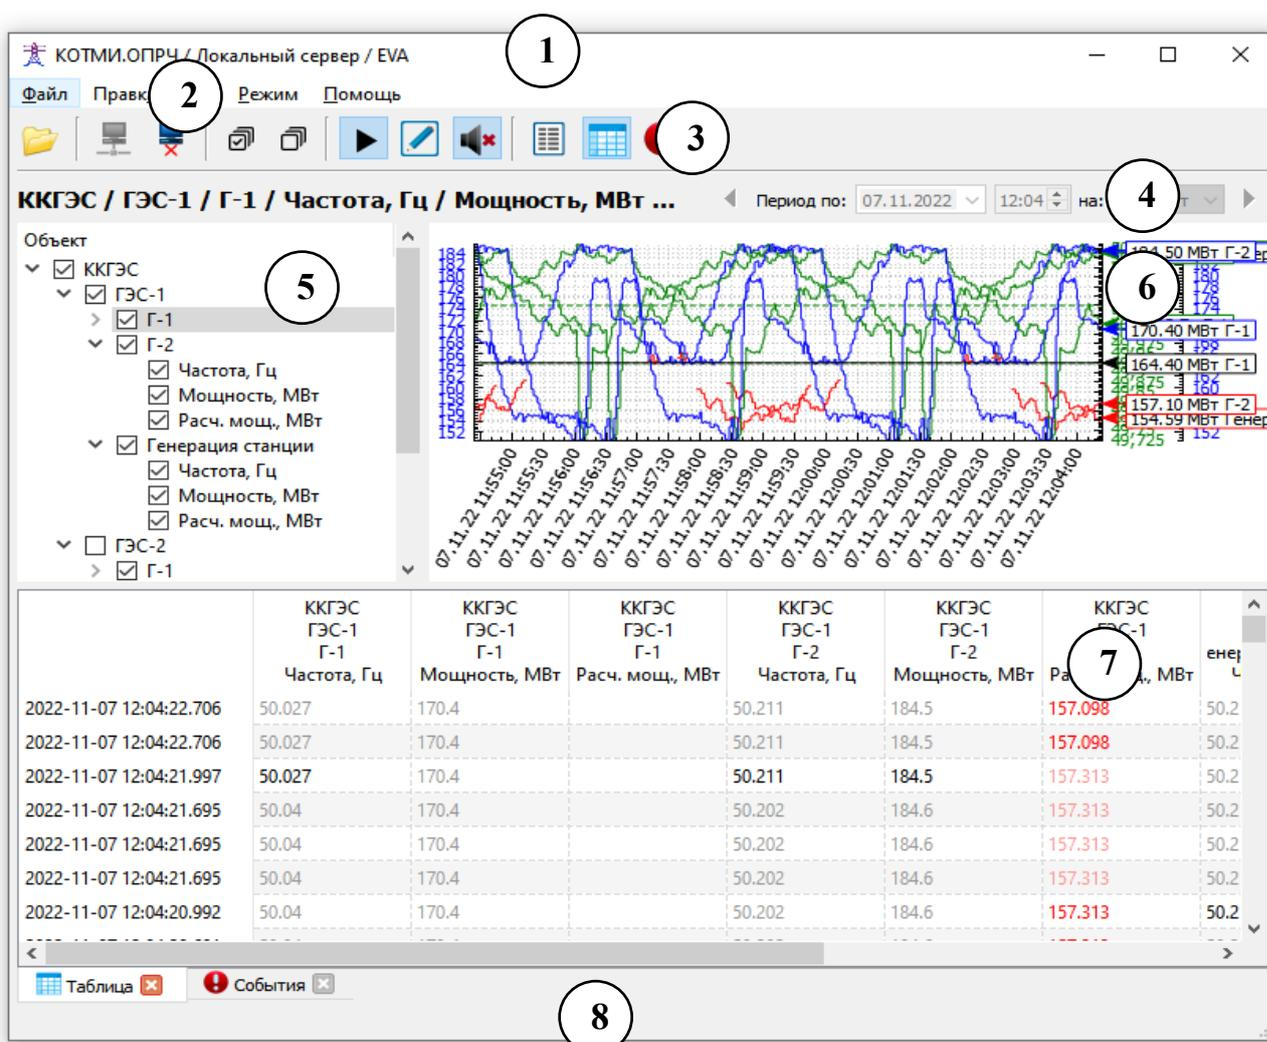

Рис. 3. Основное окно пользовательского интерфейса клиента С-платформа.ОПРЧ
4.1.1. Основное окно интерфейса пользователя клиента С-платформа.ОПРЧ приведено на Рис. 3 и содержит следующие элементы интерфейса: